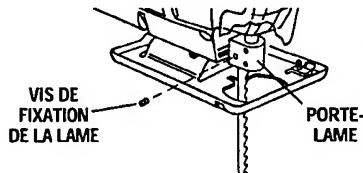

FIG. 5
- Chantournage automatique : insérez la lame à fond en veillant à la placer dans la partie ARRIÈRE du porte-lame, comme l'indique la fig. 5.
Remarque : Dans le cas des modèles à chantournage automatique, la lame doit se trouver dans la partie ARRIÈRE du porte-lame, comme l'indique la fig. 5, pour que la fente entoure la lame.